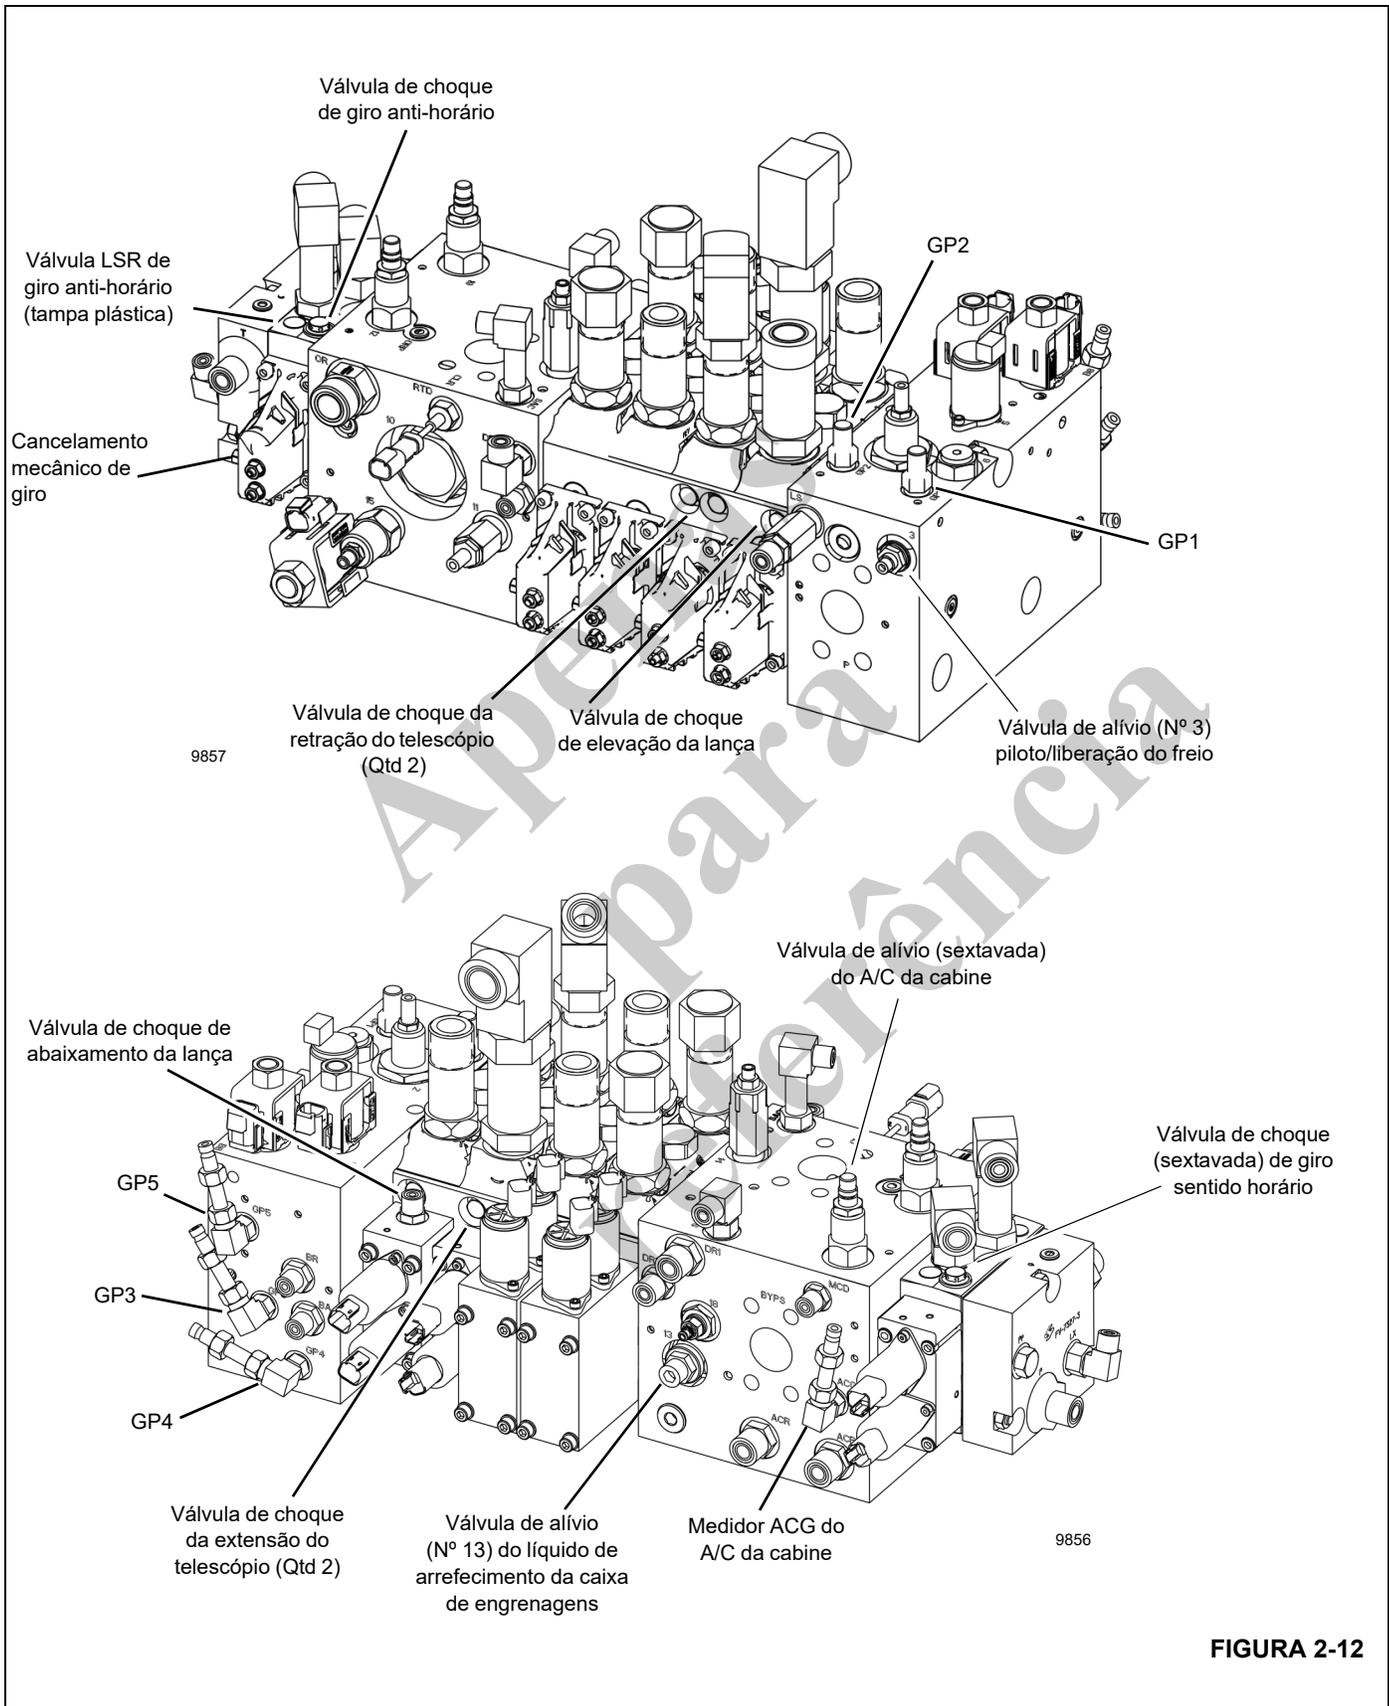

FIGURA 2-12
A elevação da lança tem uma única válvula de choque na seção de válvula que tem um ajuste fixo conforme mostrado na Figura 2-12 e na Tabela 2-4.
O abaixamento da lança tem uma única válvula de choque na seção de válvula que tem um ajuste fixo conforme mostrado na Figura 2-12 e na Tabela 2-4.
A função de Extensão do telescópio tem válvulas de choque duplas na seção de válvula sendo que cada uma tem um ajuste fixo conforme mostrado na Figura 2-12 e na Tabela 2-4.
A função de Retração telescópica tem válvulas de choque duplas na seção de válvula sendo que cada uma tem um ajuste fixo conforme mostrado na Figura 2-12 e na Tabela 2-4.
O giro no sentido horário/anti-horário tem uma única válvula de choque na seção de válvula que tem um ajuste fixo conforme mostrado na Figura 2-12 e Tabela 2-4. Ela não pode ser alterada, calçada etc. Consulte os comentários na Seção A sobre a verificação destes ajustes no conjunto físico da válvula de choque em caso de dúvida.
O ajuste de giro deve ser ajustado pela LSRV (válvula de alívio do sensor de carga) para cada direção, já que ele é ajustável por meio do ajuste da válvula de choque mencionado acima. Essas LSRV estão localizadas sob tampas plásticas redondas pretas localizadas em cada lado da seção adjacente às válvulas de choque, como mostrado na Figura 2-10 e na Figura 2-12.
Com o freio de giro bloqueado, ative a válvula usando uma chave estrela de 9 mm no came do carretel Figura 2-12. Puxar a chave para cima gira no sentido anti-horário, empurrar para baixo gira no sentido horário.
O circuito do A/C da cabine tem uma válvula de alívio única no coletor de entrada direcional da válvula de controle com um ajuste conforme mostrado na Figura 2-12 e na Tabela 2-4.
- a. Instale um manômetro de mínimo de 345 bar (5000 psi) na entrada do medidor ACG no coletor de entrada central da válvula de controle Figura 2-12.
O circuito de Suprimento piloto possui uma válvula de alívio única no coletor de entrada da válvula de controle direcional com um ajuste conforme mostrado na Figura 2-12 e na Tabela 2-4.
- a. Instale um manômetro de mínimo de 69 bar (1000 psi) na entrada do medidor GP5 no coletor de entrada da válvula de controle Figura 2-12.
O circuito de Liberação do freio de giro tem uma válvula de alívio única no coletor de entrada direcional da válvula de controle principal com um ajuste conforme mostrado na Figura 2-12 e na Tabela 2-4.
- a. Instale um manômetro de mínimo de 69 bar (1000 psi) na entrada do medidor GP4 no coletor de entrada da válvula de controle Figura 2-12.
1. O circuito de Aplicação do freio de giro é controlado por meio de uma válvula solenoide proporcional mostrada na Figura 2-12 e na Tabela 2-4 e não pode ser ajustado.
- a. Instale um manômetro de mínimo de 69 bar (1000 psi) na entrada do medidor GP3 no coletor de entrada da válvula de controle. Consulte Figura 2-12.
1. O circuito do Líquido de arrefecimento da caixa de engrenagens tem uma válvula de redução única no coletor de entrada central da válvula de controle direcional com um ajuste conforme mostrado na Figura 2-12 (Válvula de alívio do líquido de arrefecimento N° 13 da caixa de engrenagens).
- a. Instale um manômetro de mínimo de 345 bar (5000 psi) na válvula de controle direcional do medidor GP2, Figura 2-12.